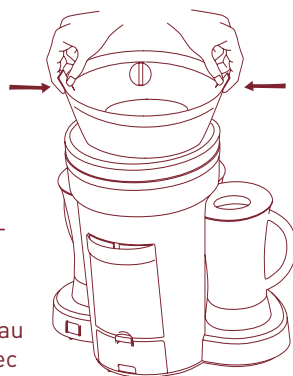

Figure 6
5. Pressez les deux loquets de dégagement de la trémie et levez celle-ci pour la retirer (figure 6).